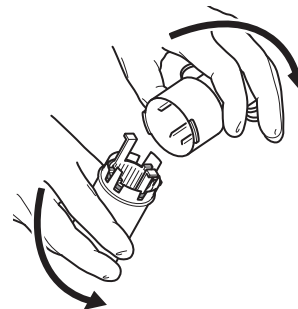

Figura 9 Quite la tapa del distribuidor
1. Retire la tapa del distribuidor al finalizar el procedimiento quirúrgico (figura 9).